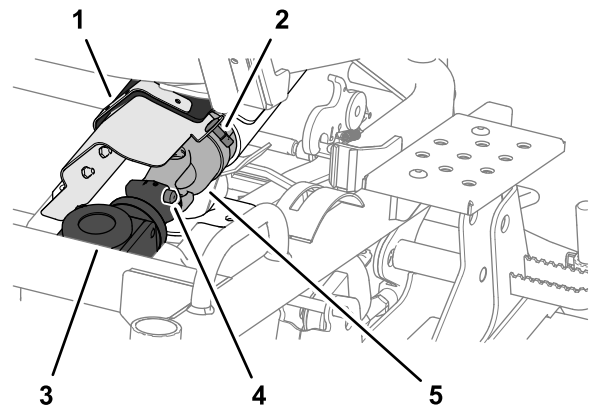

Figure 112
1. Tournez la fixation quart-de-tour et ouvrez le couvercle du cardan sur le protège-courroie (Figure 112).
2. Détachez l'extrémité avant de l'arbre de transmission du boîtier d'engrenages du plateau de coupe en appuyant sur la goupille rappelée par ressort, puis en tirant l'extrémité de l'arbre en arrière (Figure 112).
1. Alignez les cannelures du cardan de l'arbre de transmission et celles du boîtier d'engrenages ; voir Figure 112 sous Désaccouplement de l'arbre de transmission du boîtier d'engrenages du plateau de coupe (page 77).
2. Appuyez sur la goupille rappelée par ressort et poussez l'extrémité de l'arbre de transmission en avant ; voir Figure 112 sous Désaccouplement de l'arbre de transmission du boîtier d'engrenages du plateau de coupe (page 77).
3. Relâchez la goupille rappelée par ressort et vérifiez que le cardan de l'arbre de transmission est verrouillé dans le boîtier d'engrenages du plateau de coupe ; voir Figure 112 sous Désaccouplement de l'arbre de transmission du boîtier d'engrenages du plateau de coupe (page 77).
4. Fermez le couvercle du cardan et fixez-le au protège-courroie à l'aide de la fixation quart-de-tour ; voir Figure 112 sous Désaccouplement de l'arbre de transmission